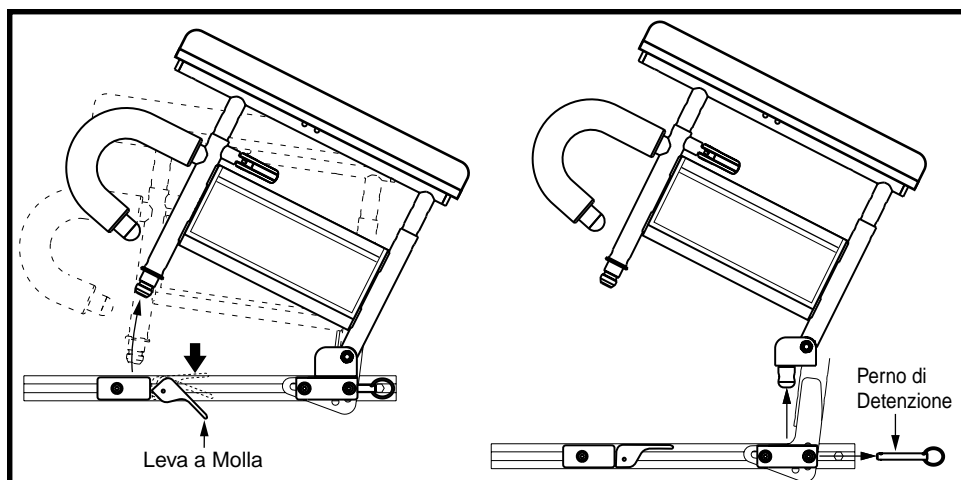

Figura 18. Rimozione e installazione bracciolo pieghevole a due supporti
Range di regolazione dell'altezza dei braccioli pieghevoli a doppio supporto è di 10 cm in incrementi da 2,5 cm. Il range totale di regolazione dell'altezza è da 25 a 35,5 cm. Questo range si misura dalla parte superiore della guida del sedile alla parte superiore del cuscinetto per il braccio. Inoltre durante i trasferimenti è possibile piegare o rimuovere i braccioli. Vedere figura 18.
1. Spingere la leva a molla verso il basso e tirare su la parte anteriore del bracciolo. Vedere figura 18.
2. Rimuovere il perno di regolazione dalla parte posteriore del sedile. Vedere figura 18.
1. Collocare la parte posteriore del bracciolo nell'alloggiamento del sedile ed installare il perno di regolazione. Vedere figura 18.